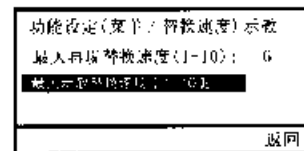

图 2
(1) 从操作者的安全角度考虑示教速度的选择:
①在示教过程中机器人系统有八档的速度可供选择, 对于熟练的操作者可以在这八个档之间任意的切换;
②安全速度设定: 根据不同熟练程序的操作者, 系统工程师可以选择功能设定中的替换速度设定一项, 将示教和再现的速度设置成适当的档次, 这样无论操作者如何操作, 机器人的速度绝不会超过这一档次对应的速度, 如图 2。